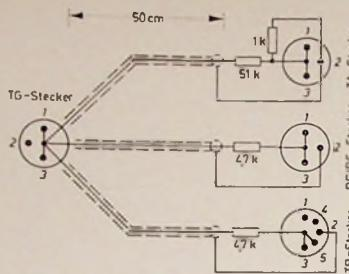

Bild 22. Adapterkabel (die Vorförderwiderstände sind in die Steckerhülsen eingebaut)
Da das Einpegeln bisher nur nach dem Gehör erfolgte, muß der Verstärker nun noch auf genaue Kanalgleichheit eingemessen werden. Dazu bleiben zunächst alle Potentiometer in den herausgefundenen Positionen. Die Taste  $S_{12}$  (TG) wird gedrückt, und die unterschiedlichen Pegel, die von den Meßinstrumenten  $M$  und  $M'$  angezeigt werden, sind mit den Lautstärkereglern  $P_1$  und  $P_1'$  durch geringfügiges gegenseitiges Verstellen auszugleichen. Danach wird die Signalspannung des Tongenerators der Buchse  $Bu_7$  entnommen und über ein Adapterkabel mit eingebauten Vorförderwiderständen (Bild 22) den einzelnen Eingangsbuchsen des Verstärkers zugeführt. Der Abgleich auf Kanalgleichheit erfolgt hier ebenfalls durch gegenseitiges Verstellen der Eingangsgleitregler: Den lauteren Kanal stellt man leiser und den leiseren Kanal lauter ein. Bei allen Messungen soll das Potentiometer  $P_3$  (Balance) in Mittelstellung stehen. Die